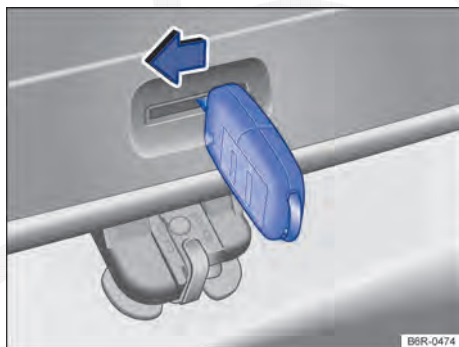

Fig. 130 Do lado de dentro do compartimento de bagagem: destravamento de emergência da tampa traseira.
- Inserir a haste da chave na abertura da tampa traseira → Fig. 130 e pressionar a alavanca de destravamento no sentido da seta, para destravar a tampa traseira.